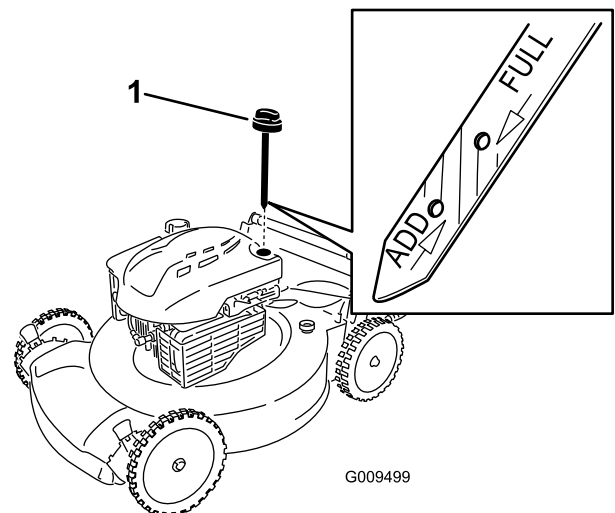

Figure 21
3. Retirez la jauge (Figure 21).
Remarque: Si le niveau n'atteint pas le repère **Add** (minimum) de la jauge, versez **lentement** une quantité d'huile suffisante dans le goulot de remplissage et répétez les opérations 7 à 9 jusqu'à ce que le niveau d'huile atteigne le repère **Full** (maximum) (Figure 21).